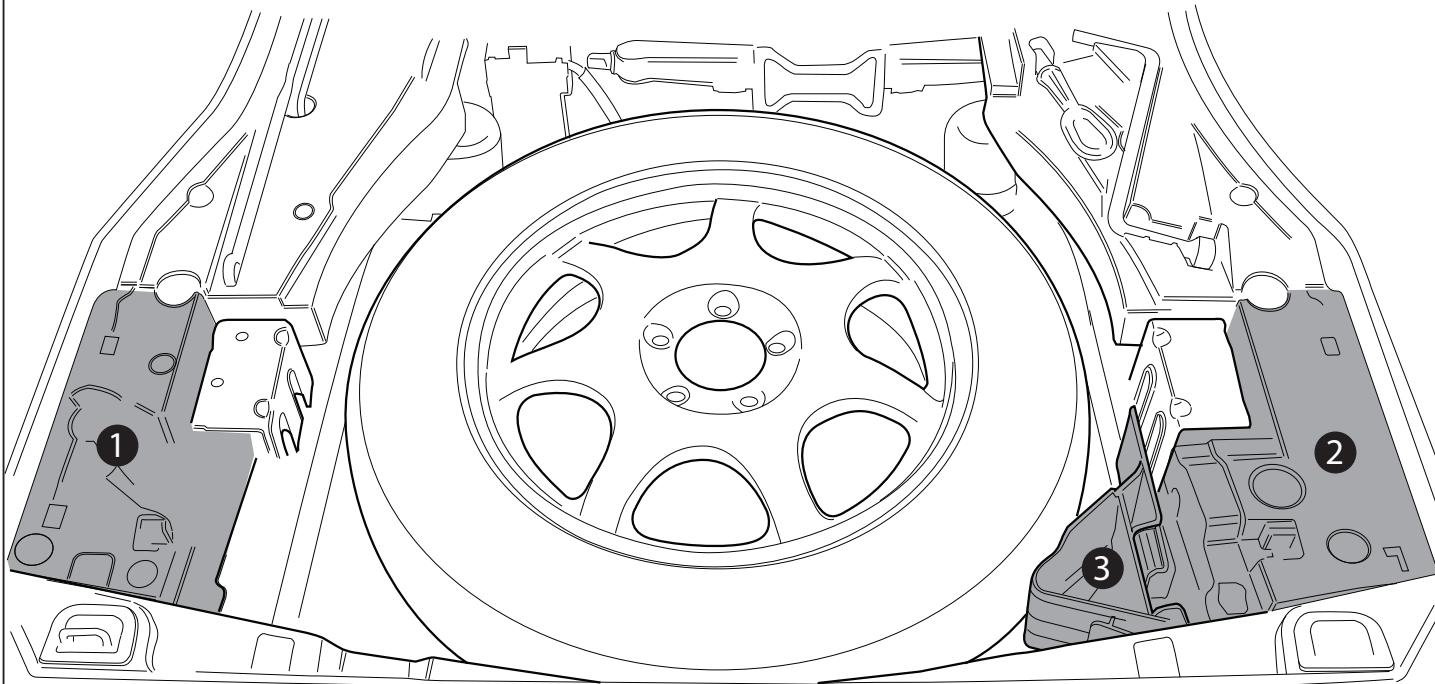

Fig. 1
- Снять детали, указанные в рис. 1.